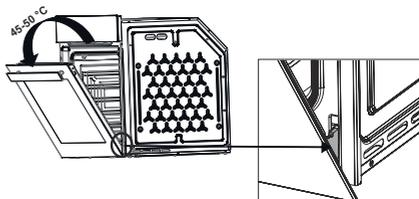

Рис. 30
6. Закройте дверцу духовки под углом 45°-50°, как показано на рисунке, так чтобы она касалась замка петли (Рис. 30).